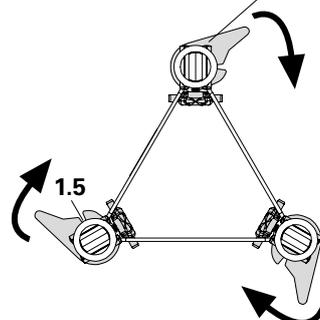

Fig. A1.02a
- Retourner le loquet à 90 ° jusqu'à ce que les crochets de sécurité s'enclenchent dans l'encoche (1.5). (Fig. A1.02a)